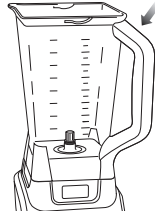
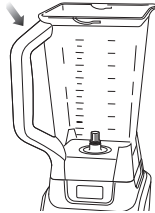

Fig. 3a
Fig. 3b
- 5 Il est possible d'insérer le pichet sur le bloc-moteur de deux façons, soit la poignée en avant vers la droite ou vers la gauche. (Fig. 3a, Fig. 3b)